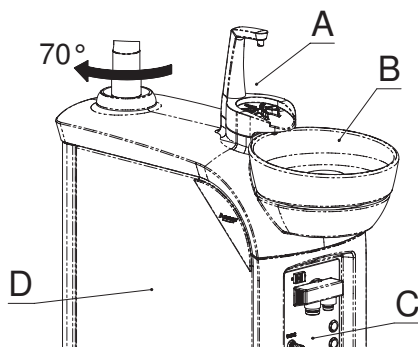
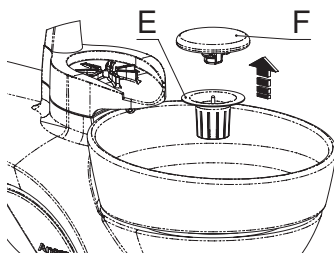

fig. 10
fig. 11
La unidad hídrica puede girar aproximadamente 70° hacia el apoyo del brazo, facilitando así la ergonomía en el trabajo diario. En la parte superior se encuentra la plataforma para el vaso (A) y la escupidera (B), hecha de porcelana para ofrecer los estándares de higiene más elevados (fig. 10). El desagüe de la escupidera lleva un filtro (E) y una tapa (F) para evitar salpicaduras y para que no se cuecen partículas sólidas por el desagüe (fig. 11).